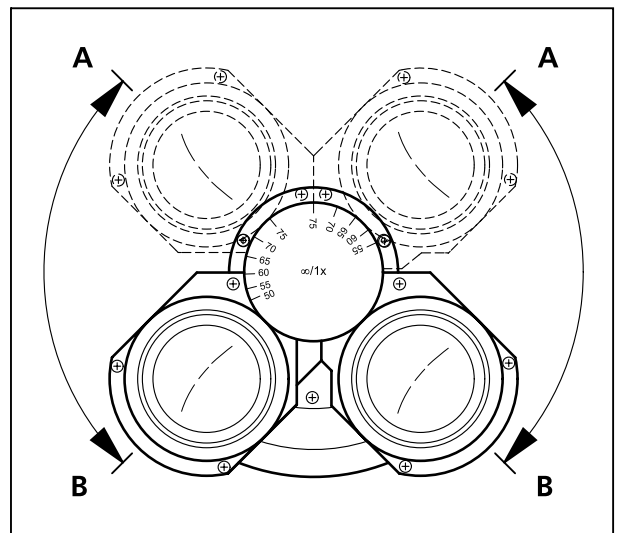

Figura 19 Ajuste de la altura de observación
- Adaptar la altura de observación a las necesidades individuales girando los portaoculares hacia arriba (Figura 19/A) o hacia abajo (Figura 19/B).